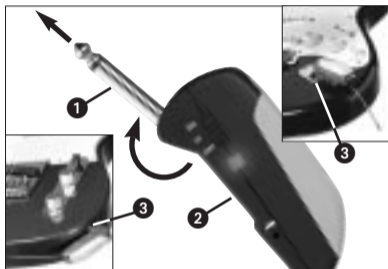

Fig. 3: Come fissare il trasmettitore
4.1 Come fissare il trasmettitore (vedi fig. 3)